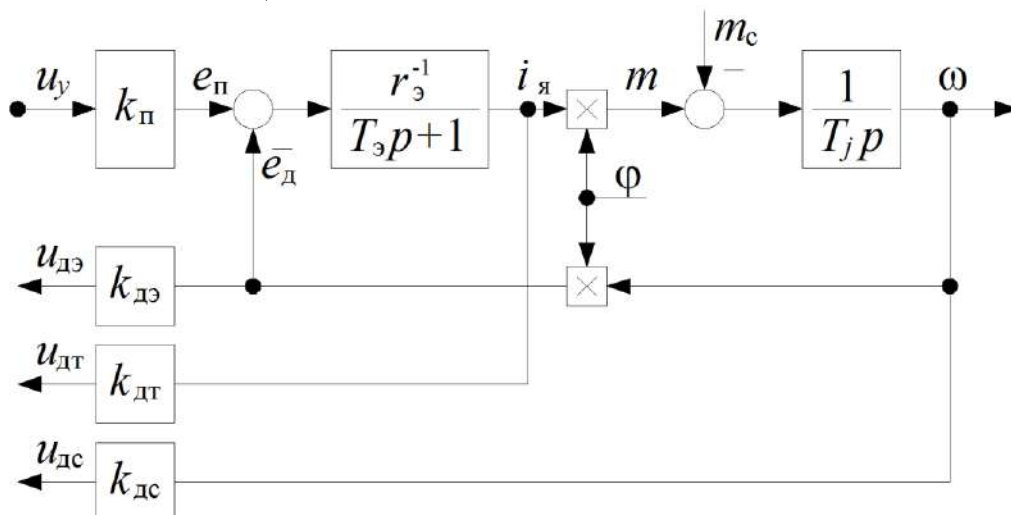

Рис. 1. Математическая модель силовой части электропривода как объекта управления
1. Построить математическую модель объекта управления по цепи якоря, представленную на рис. 1. Параметры объекта управления выбираются на основании таблицы 1.
На схеме рис. 1 используются следующие обозначения: